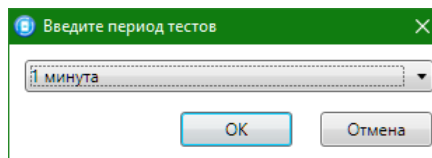

Рис. 4.3. Окно *Введите период тестов*
5. В следующем окне нажмите кнопку *OK* (рис. 4.3).